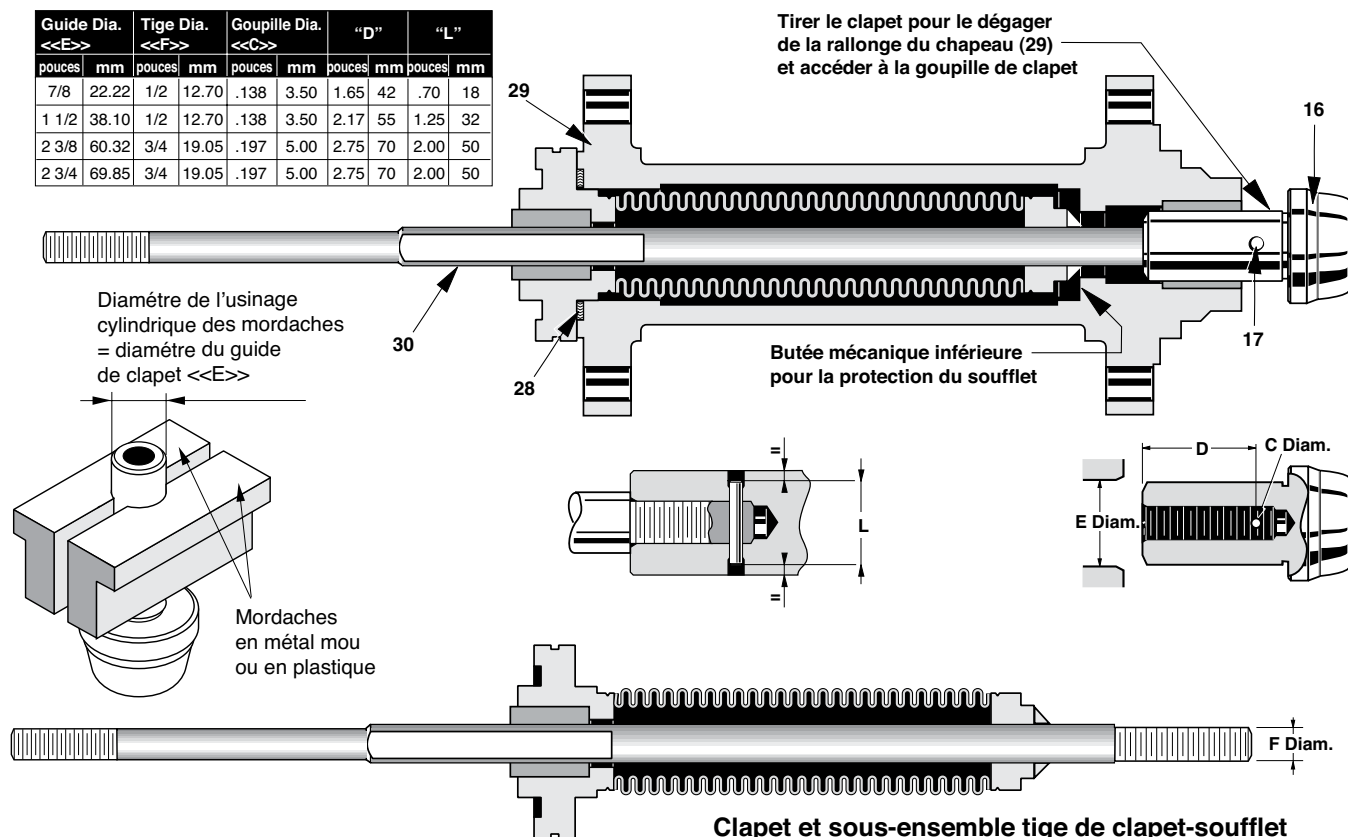

Figure 18 – Dégoupillage et goupillage de clapet sur la tige
Remarque : Veiller à toujours utiliser un étau à mors doux pour retenir la surface de guide de clapet. Le non-respect de cette consigne peut endommager la surface de guide de clapet au cours du goupillage (voir Figure 18).
(normal pour l'acier inoxydable trempé 440 C ou le stellite massif ou équivalent), percer alors la tige au même diamètre (diamètre C sur la Figure 18) comme le trou de la tige de clapet.
- Soit au diamètre « C », (voir Figure 18),
- Mesurer la distance D en fonction des diamètres de guidage et de tige, (voir Figure 18).
- Sélectionner une goupille de dimension correcte en tenant compte des diamètres de guidage et de tige, (voir Figure 18). Enduire légèrement de graisse la goupille et la placer à la main dans le trou sur le clapet.
- Engager fermement la goupille dans le trou à l'aide d'un marteau. Terminer le goupillage en veillant à ce que la goupille soit enfoncée de manière égale des deux côtés (voir Figure 18).